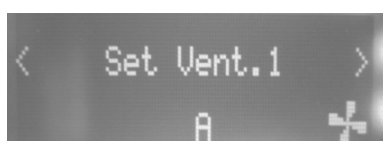

Fig. 6 - Écran
**Vit.Echangeur 1** - cette fonction permet de sélectionner la vitesse souhaitée pour les ventilateurs ambiants de 1 à 5 ou A. A signifie automatique, la ventilation suit la puissance, configuration conseillée (voir **Fig. 6**).